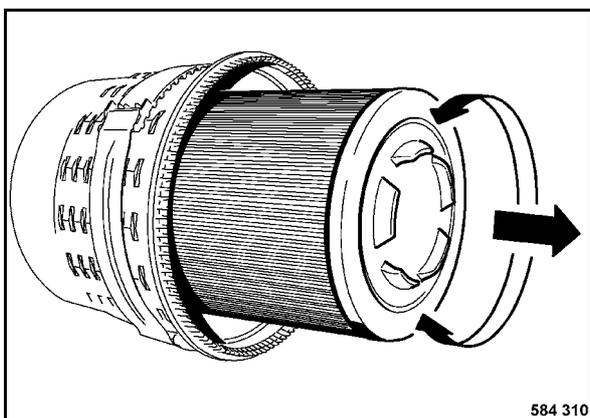

Рис. 188
- Легкими вращательными движениями вынуть воздушный фильтр (Рис. 188).